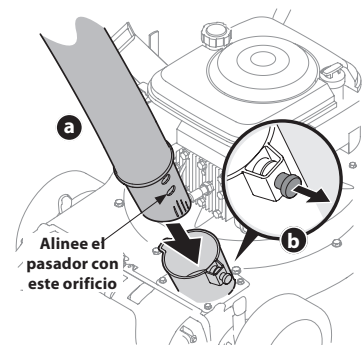

Figura 4
1. Deslice el adaptador para manguera del montaje de la misma hacia el interior del adaptador base ubicado a la izquierda y al frente de la aspiradora para patios. Vea a en la Figura 4.
2. Tire del perno con resorte del lado exterior de la base, y ponga el perno en línea con el primer agujero (el más cercano al extremo del tubo) del adaptador para manguera. Vea b en la Figura 4.